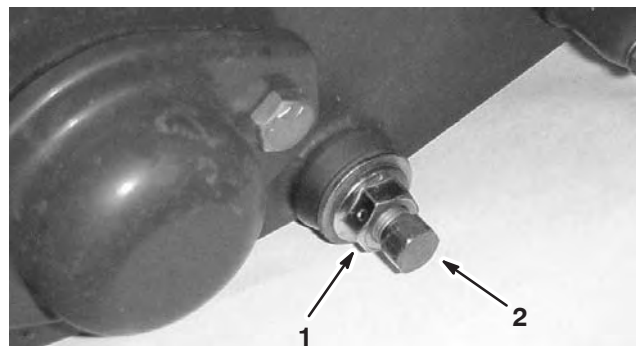

Figure 48
3. De chaque côté de la machine, desserrez l'écrou de blocage qui maintient le boulon de la barre d'appui (Fig. 48).
4. Retirez les boulons de la barre d'appui de façon à pouvoir abaisser la barre et la déposer de la machine. Mettez de côté les 2 rondelles en nylon et les 2 rondelles en acier estampé de chaque côté de la barre d'appui (Fig. 48).